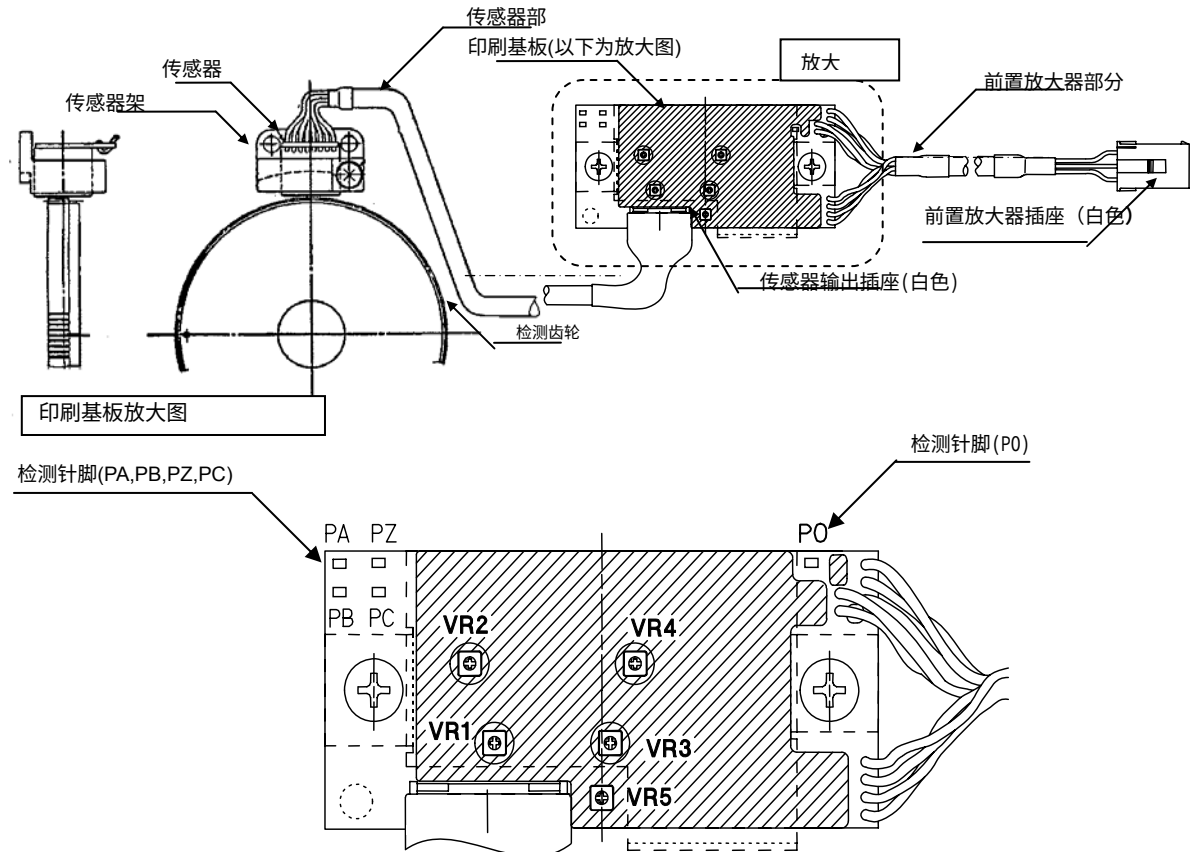

图 1. 检测器整体结构及印刷基板的放大图
(1) 串行检测器 TS5691 由传感器部，前置放大器部及检测齿轮构成。整体结构及印刷基板的放大图在图 1 中显示，各音量、各检测针脚的功能分别见表 1、表 2。